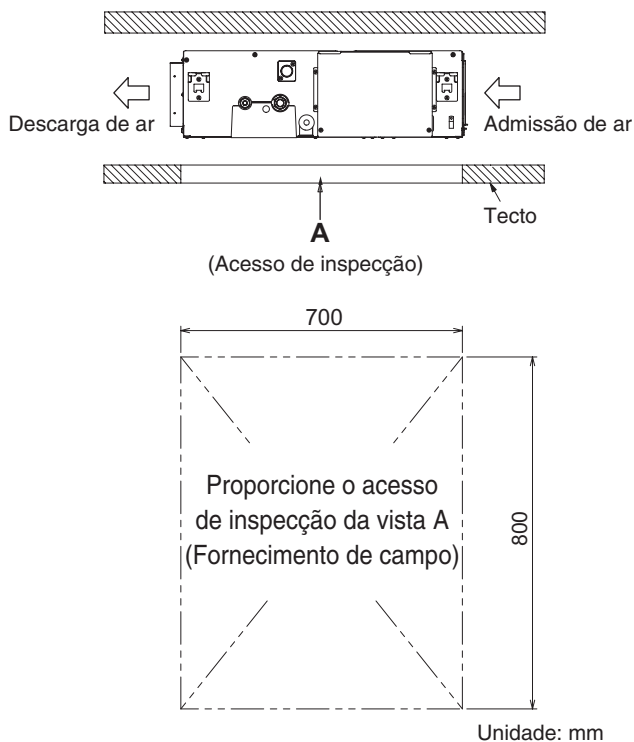

Fig. 3-3
- (1) Confirme a relação das posições entre a unidade e os parafusos de suspensão. (Fig. 3-3)